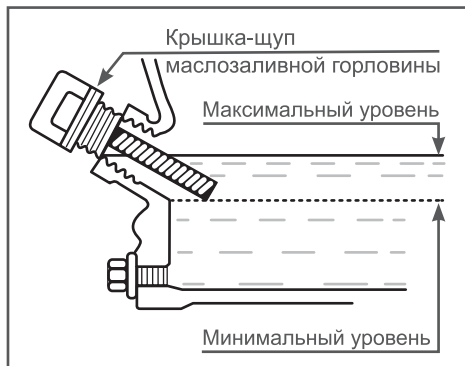

Рис. 7 Проверка уровня масла в картере
Максимальный уровень масла в камере соответствует нижней кромке заливного отверстия (Рис. 7).
4. Аккуратно извлеките щуп и осмотрите его. Уровень масла должен соответствовать верхней отметке на щупе. При недостаточном уровне масла в картере необходимо долить чистое масло до верхней отметки на щупе, что соответствует нижней кромке заливного отверстия (Рис. 7).